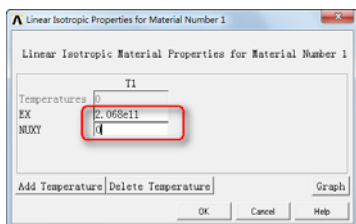

图 11-19 “Linear Isotropic Properties for Material Number 1”对话框
③在“Material Model Available”选择列表中依次选择 Structural→Linear→Elastic→Isotropic，会弹出“Linear Isotropic Properties for Material Number1”对话框，如图 11-19 所示，在“EX”输入框输入 2.068e11，在“NUXY”输入框输入 0，单击“OK”按钮关闭该对话框。